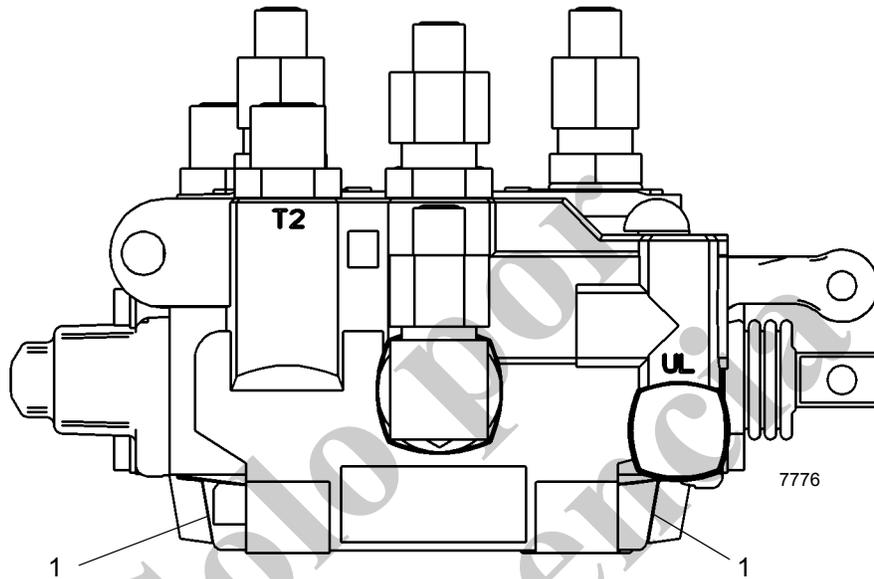

FIGURA 2-16
3. Arranque el motor y acélerelo a ralentí. Intente bajar el cilindro de contrapesos izquierdo. El manómetro deberá indicar  $1000 \pm 100$  psi. En caso contrario, sustituya la válvula de alivio, puesto que éstas no pueden ajustarse (vea la Figura 2-16).
6. Arranque el motor y acélerelo a ralentí. Intente retraer el pasador. El manómetro deberá indicar  $2500 \pm 100$  psi. En caso contrario, sustituya la válvula de alivio, puesto que éstas no pueden ajustarse (vea la Figura 2-16).
3. Arranque el motor y hágalo funcionar a ralentí. Intente elevar la cabina. El manómetro deberá indicar  $1450 \pm 100$  psi. En caso contrario, sustituya la válvula de alivio, puesto que éstas no pueden ajustarse (vea la Figura 2-16).